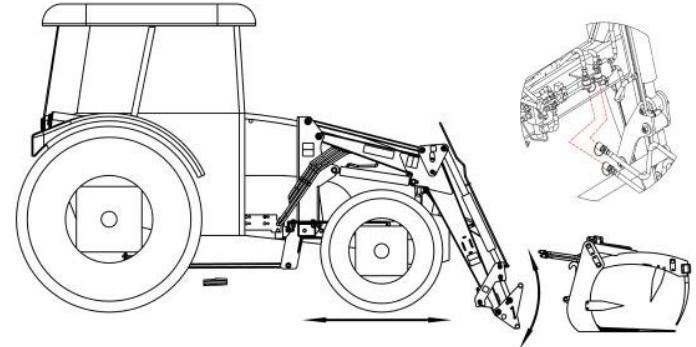

Рис. 13. Монтаж рабочего органа, требующего подключения к гидравлической системе погрузчика.
- гидравлические шланги органа соединить с гидравлической системой гидроцилиндра так, как это показано на рис. 13.